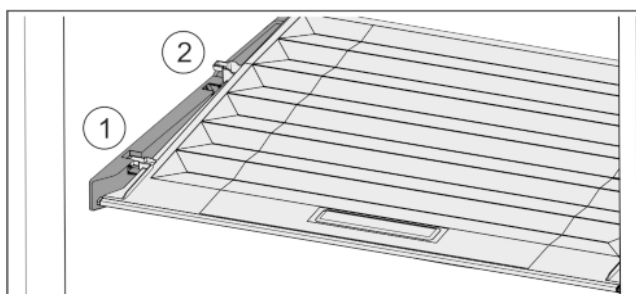

Fig. 26
- ▶ Потянуть крышку до отверстия в поддерживающих деталях вперед Fig. 26 (1).
- ▶ Поднять сзади снизу и извлечь Fig. 26 (2) движением вверх.